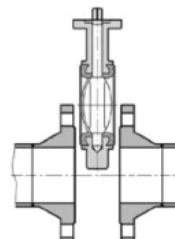

Abb. 4
4. Nach dem Abkühlen der Flansche die Absperrklappe wieder einbauen. Die Flansche müssen genügend gespreizt sein, damit die Klappe problemlos eingesetzt werden kann. Falls die Flansche zu eng zusammenstehen, kann die Manschette beschädigt oder aus dem Gehäuse geschoben werden (s. Abb. 4).